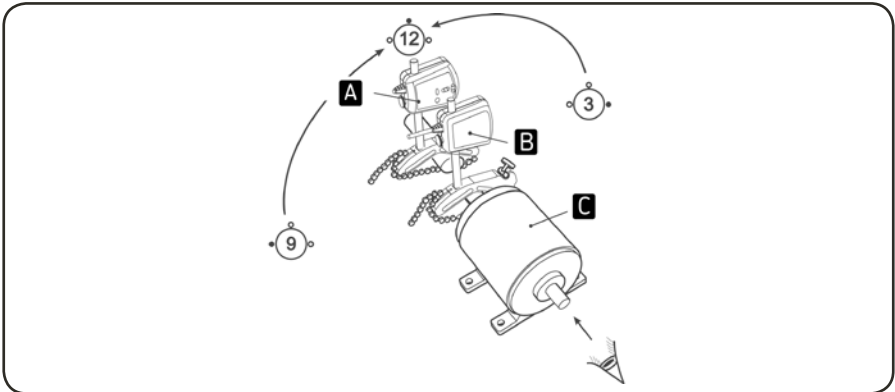
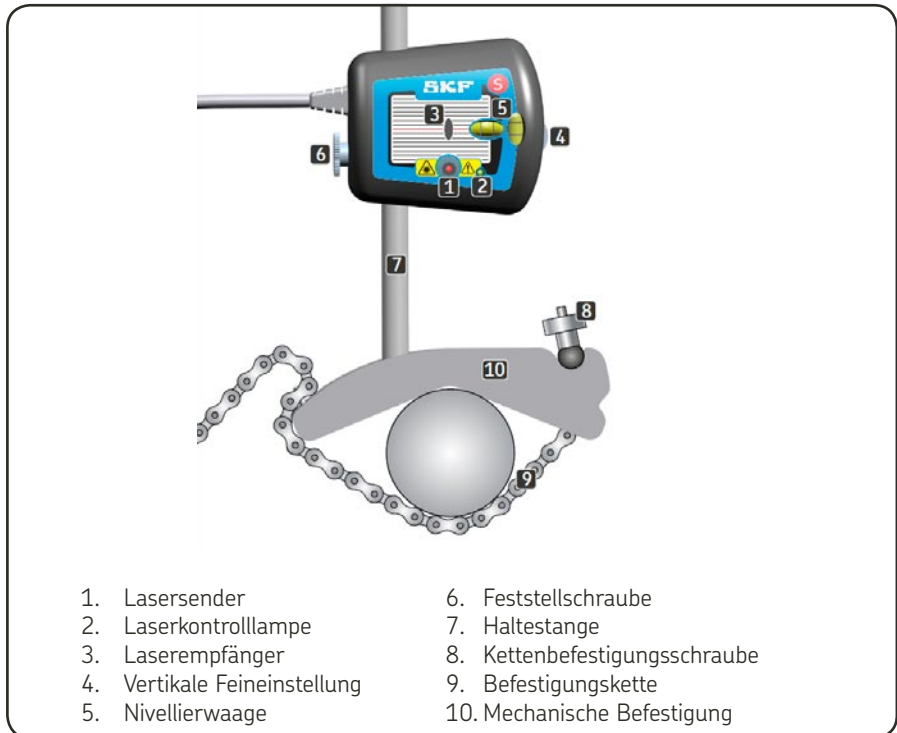

Abb. 4. Messpunktfestlegung
Abb. 7. Messeinheit (ME)
2.2 Beschreibung der Anzeige- und Messeinheiten (Abb. 6 / Abb. 7)
- a) Bringen Sie die beiden Messgeräte mit Hilfe der Wasserwaagen (Abb. 4 & Abb. 7) in die Position 12 Uhr.